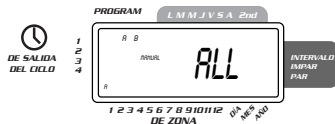

FIGURA 10: Riego semiautomático para las estaciones asignadas a los programas A y B
- Haga girar el dial a **AUTO** luego oprima la tecla **MANUAL**. La pantalla mostrará "AB", "MANUAL" y "ALL" aparecerá intermitente [vea la figura 10]. Esto indica que todas las seis (o doce) estaciones en los programas A y B regarán de una manera semiautomática durante los periodos asignados en secuencia.